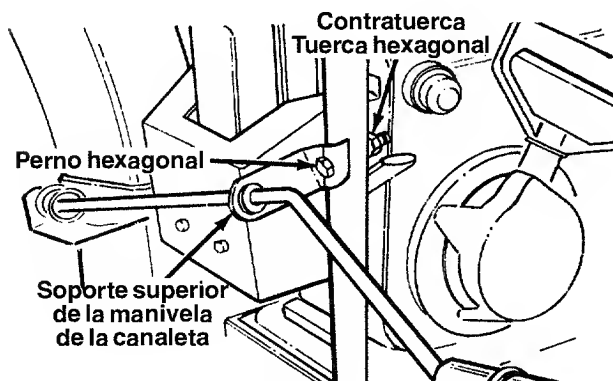

FIGURA 5
- Inserte el perno hexagonal a través del soporte superior de la manivela de la canaleta. Vea la figura 5.